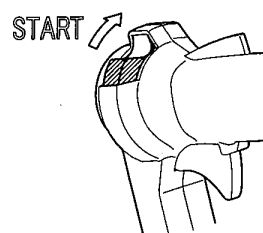

Fig.6-2
2. Terwijl de stopschakelaar (A) naar START wordt geschoven, laat zowel de blokkering van de bediening van de versnelling (C) los als de bediening van de versnelling (B). (Fig.6-2) De gasklep zal geblokkeerd zijn in de middelste openingspositie ("starten van de gasklepblokkering"), hetgeen u het mogelijk maakt om de motor gemakkelijk te starten.
1. Zet de stopschakelaar (A) in de START positie. (Fig.6-2)